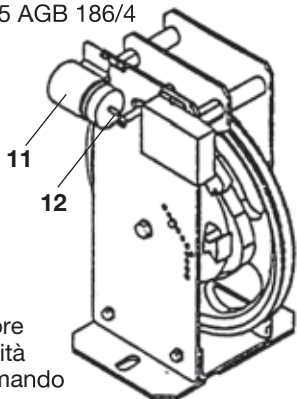

Fig. 2
Per mezzo di un tasto, il comando a distanza (fig. 2, pos. 11) provoca l'innesto del pendolo su percorso elettromagnetico nella scatola dell'interruttore stesso.